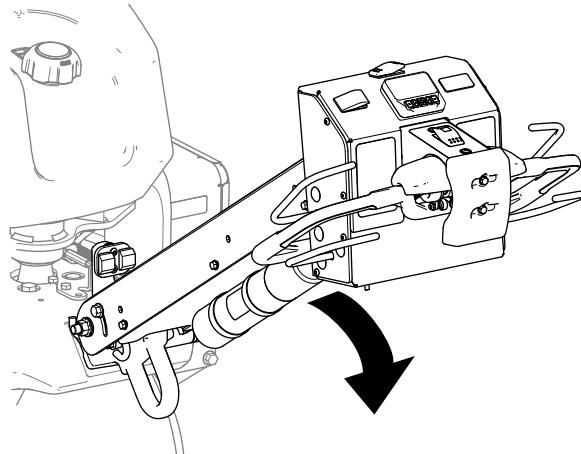

Bild 31
- Senken Sie den Lenker ab (Bild 31).